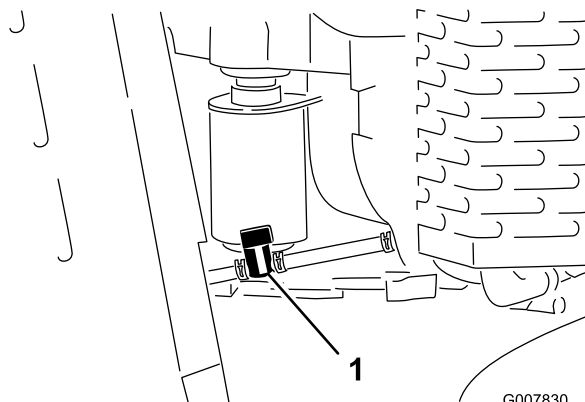

Рисунок 38
3. Переведите клапан отключения подачи топлива в закрытое положение (Рисунок 38).
4. Сожмите концы хомута шланга на обращенной к двигателю стороне клапана отключения подачи топлива и сдвиньте их от клапана вверх по топливопроводу (Рисунок 38).
5. Отсоедините топливопровод от клапана (Рисунок 38).
7. Поверните рычаг клапана отключения подачи топлива в открытое положение (Рисунок 38).
3. Поверните рычаг клапана отключения подачи топлива в закрытое положение (Рисунок 38).